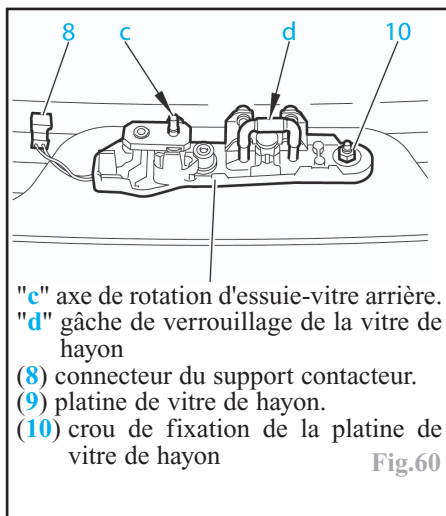

Fig.60
Déposer (Fig.60) :
Effectuer le serrage de l'écrou (10) et le réglage de la platine (9) (Fig.60) en respectant les conditions suivantes :
- Serrer l'écrou (10) à  $0,8 \pm 0,2$  m.daN.